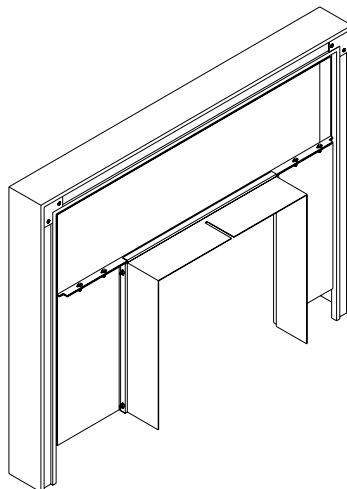

Figure 7
- D. Faites ensuite en sorte que les trous s'alignent en poussant les côtés et insérez tous les boulons (tête lisse apparente) sans trop les serrer. Alignez les bords de la partie supérieure et de la partie latérale de la garniture, serrez les deux boulons qui les unissent avant de serrer les boulons sur le côté. Faites de même de l'autre côté de la garniture (voir la figure 7).